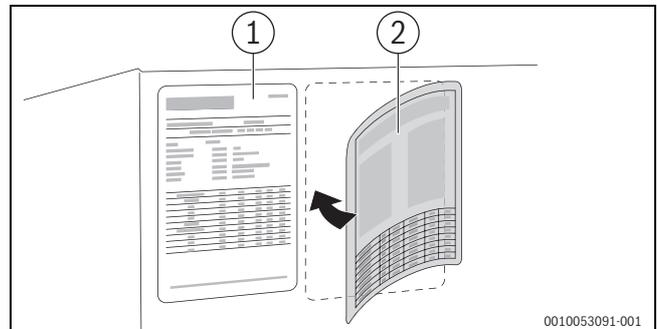

Fig. 30 Mise à jour de la plaque signalétique pour la conversion à la **variante LowNOx**
- ▶ Coller la plaque signalétique fournie **près** de celle déjà présente (→ fig. 30, [2]).